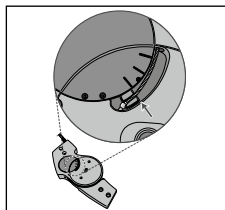

Fig. 5
3. Controleer na het verwijderen van de afdekplaat of de bovenzijde van de hevel (met daarin de satellietkabel) parallel staat met de onderste van de drie streepjes op de functie unit (zie fig. 5).
12. Controleer nogmaals de juiste positie (Modus 3) van de hevel in de functie unit het scharnier (zie fig. 5).